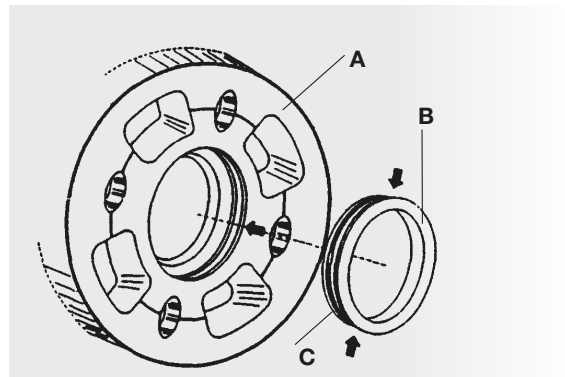

Abb. 4 Montage der Zentrierbuchsen
- Zentrierbuchse (B) auf der Radnabe (A) durch Druck auf den Drahtsprengring (C) aufsetzen (Abb.4)
- Sicherstellen, dass der Drahtsprengring (C) korrekt in seinem Sitz (D) eingesetzt ist, der durch die Blockierung der Zentrierbuchse in der Radnabe gegeben ist (Abb.4).